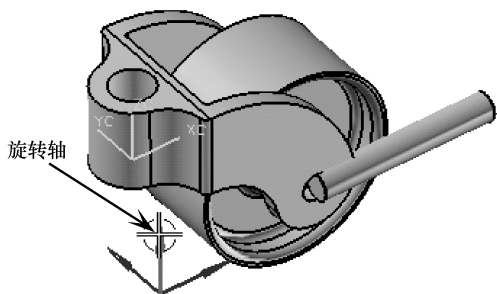

图 7-16 选择旋转轴
- 14 接着弹出【移动组件】对话框，在此对话框中选择【绕轴旋转】类型，然后按信息提示在图形区中选择旋转轴，如图7-16所示。